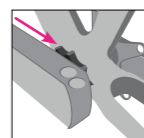

fig. 6
9. Stringere leggermente la vite M2 posta sulla ghiera per impedirne la rotazione (fig. 6).